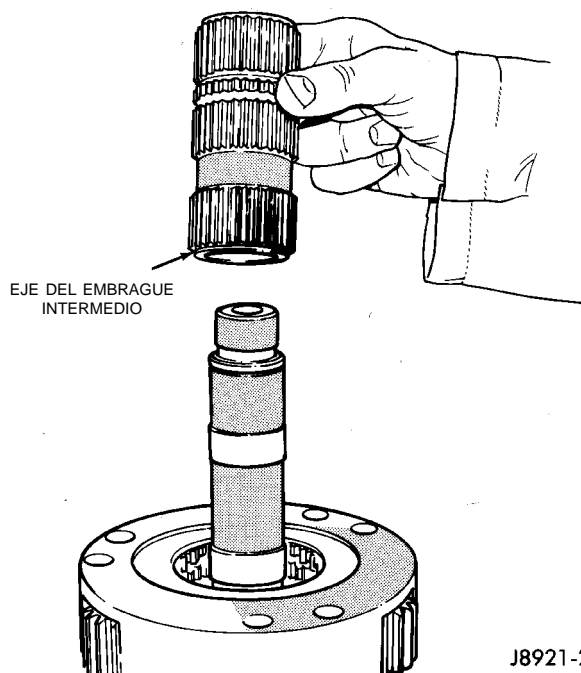

Fig. 32 Desmontaje del eje del embrague intermedio
(9) Retire el eje del embrague intermedio (Fig. 32).